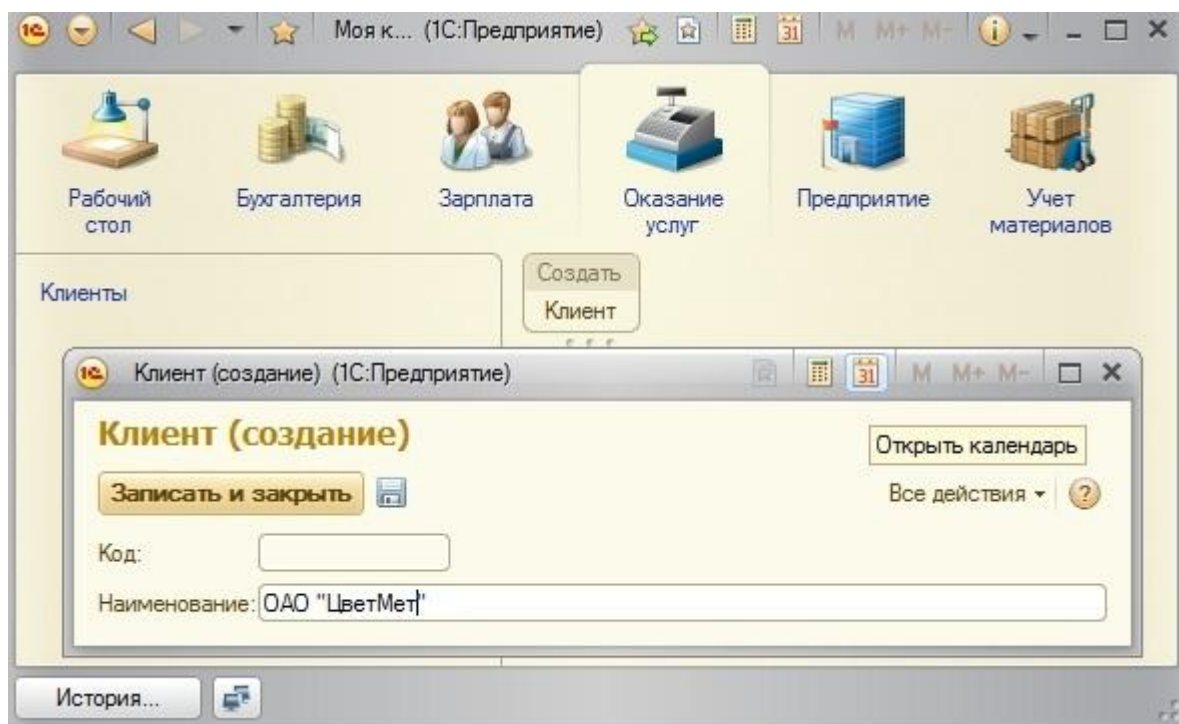

Рисунок 24 Добавление записей в справочник
- Выберите подсистему **«Оказание услуг»**, нажмите ссылку **«Клиент»** в области **«Создать»**, добавьте в справочник **«Клиенты»** минимум три записи (рис. 24).